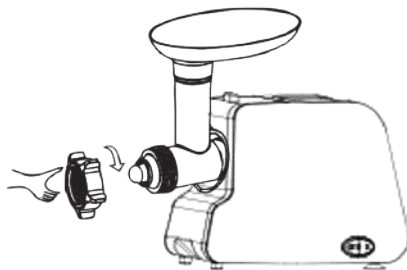

рис.8
7.3.2 Зафиксировать конструкцию с помощью фиксирующего кольца, как указано на рис. 8. Не затягивайте кольцо слишком туго.